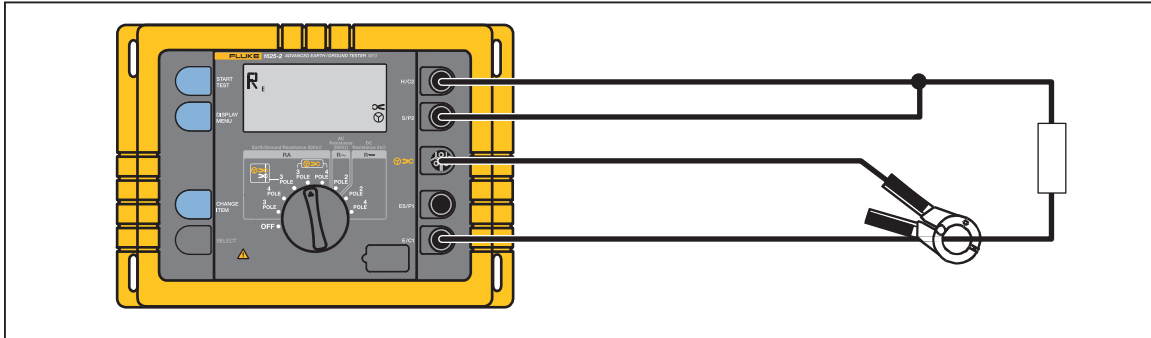

Рис. 9. Подключение клещей-трансформатора
4. Подключите клещи-трансформатор. См. рисунок 9.